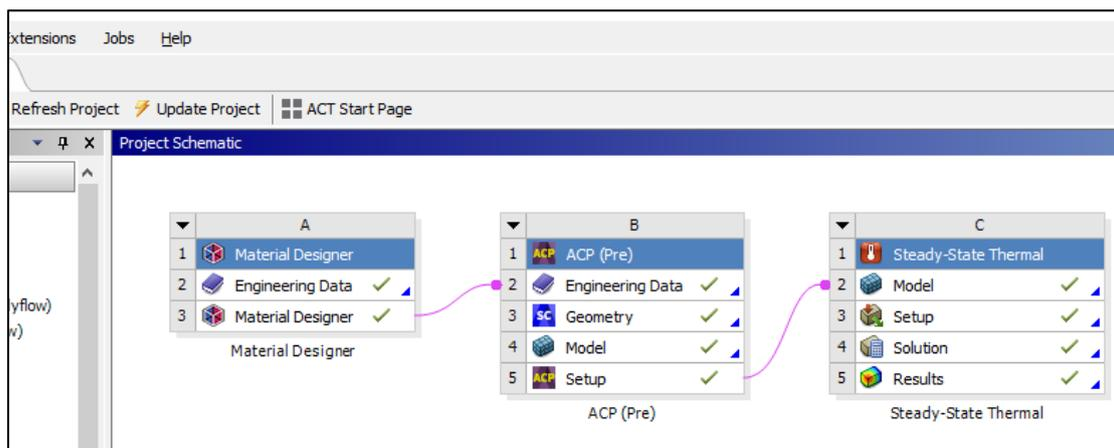

Рис. 33. Готовый проект
16. В итоге должен получиться проект, имеющий следующую цепочку модулей (рис. 33). Аналогичный расчет выполняется для второго типа объемного элемента согласно варианту.